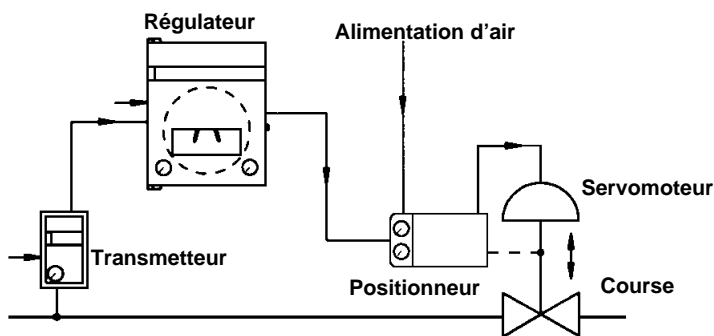

Fig.1
2. Principe de fonctionnement (Fig.1 et 3)